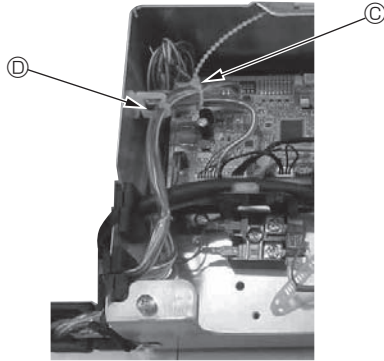

Fig. 10-14
- i-See sensör ve sinyal alıcı bağlantı kablolarının fazla kısımlarını şemada gösterildiği gibi elektrikli aksam kutusunda kablo kışkacına yerleştirin ve kabloları hep beraber tespit malzemesi ile tespit edin. (Fig. 10-14)